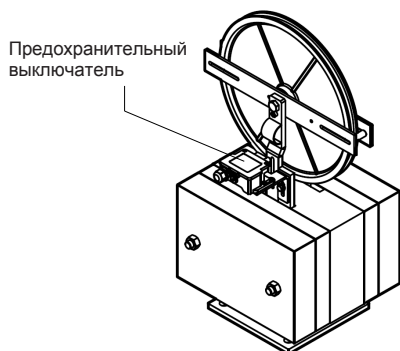

Рис. 5
- В модели с вертикальным противовесом установите монтажный кронштейн прибл. 460 мм от дна колодца лифта (ориентировочное значение, см. Рис. 5).
- В модели с вертикальным противовесом держите расстояние около 100 мм между противовесом и дном колодца (Рис. 5).